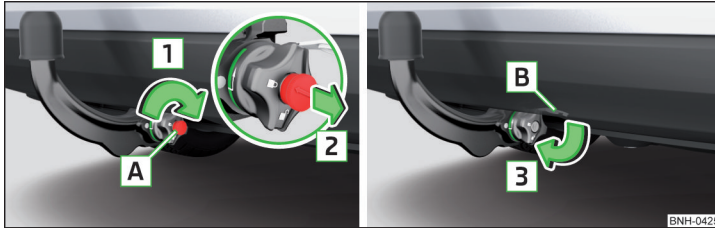

Abb. 215 Schloss verriegeln und Schlüssel abziehen / Kappe auf das Schloss stecken
- Den Schlüssel **A** in Pfeilrichtung **1** drehen, sodass der Pfeil am Schlüssel zum Symbol  » Abb. 215 zeigt.